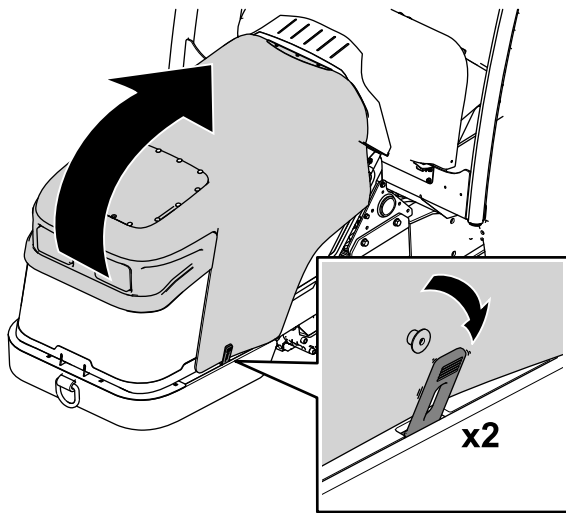

図 68
1. 機体両側でストラップを外す 図 68。
2. フードを上げる 図 68。